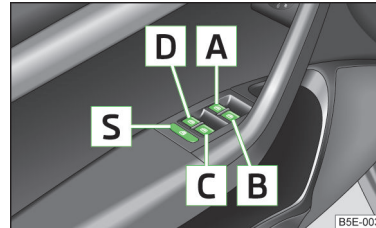

Fig. 22
- Când se transportă copii pe locurile din spate, vă recomandăm să scoateți din funcțiune comutatoarele din portierele din spate (comutatorul de siguranță) **[S]** » fig. 22 la pagina 41.
Tastele macaralelor geamurilor » fig. 22.
Prin apăsarea comutatorului de siguranță **[S]** » fig. 22, puteți scoate din funcțiune tastele acționării geamurilor din portierele din spate. Apăsând încă o dată comutatorul de siguranță **[S]**, puteți restabili funcționarea tastelor acționării geamurilor din portierele din spate.
■ Imediat după deblocarea autovehiculului, respectiv după decuplarea contactului și deschiderea portierei șoferului, respectiv a pasagerului față, se poate opera deschiderea și închiderea confort a tuturor geamurilor de la tasta **A** » fig. 22 la pagina 41, după cum urmează: